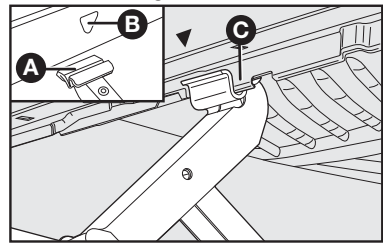

fig. 4
4) Colocar o macaco onde está marcado o símbolo ▼ **B-fig. 4**, perto da roda a substituir, e certificar-se de que a ranhura **A** do macaco esteja bem encaixada na longarina **C**.